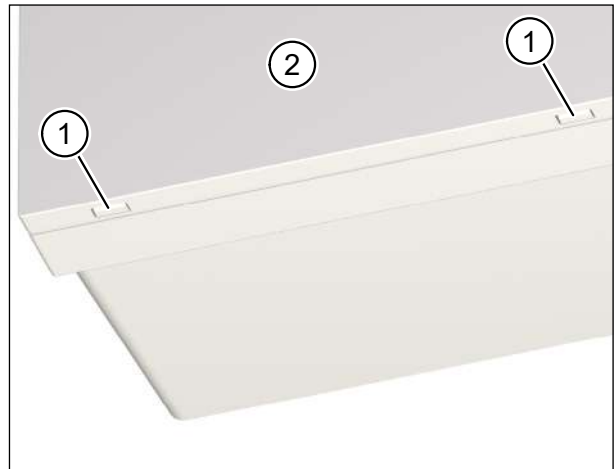

Abb. 20: Gerätedeckel vom Lüftungsgerät abnehmen und reinigen
- ▶ Drücken Sie mit beiden Daumen auf die beiden Rasthaken (Pos. 1 in Abb. 20) an der Unterseite des Lüftungsgerätes. Der Gerätedeckel (Pos. 2 in Abb. 20) löst sich.